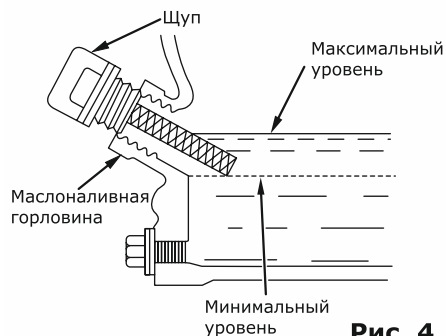

Рис. 4
- отверните и извлеките масляный щуп, проверьте уровень масла, медленно долийте масло до нужного уровня по меткам на щупе или краю маслоналивной горловины (рис. 4);